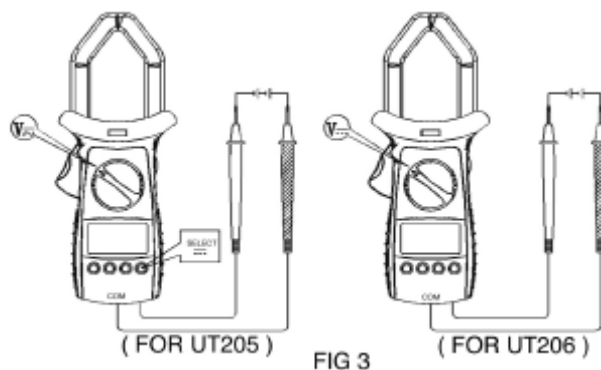

FIG 3
### A. Masurare tensiune continua (DC) (vezi fig.3)